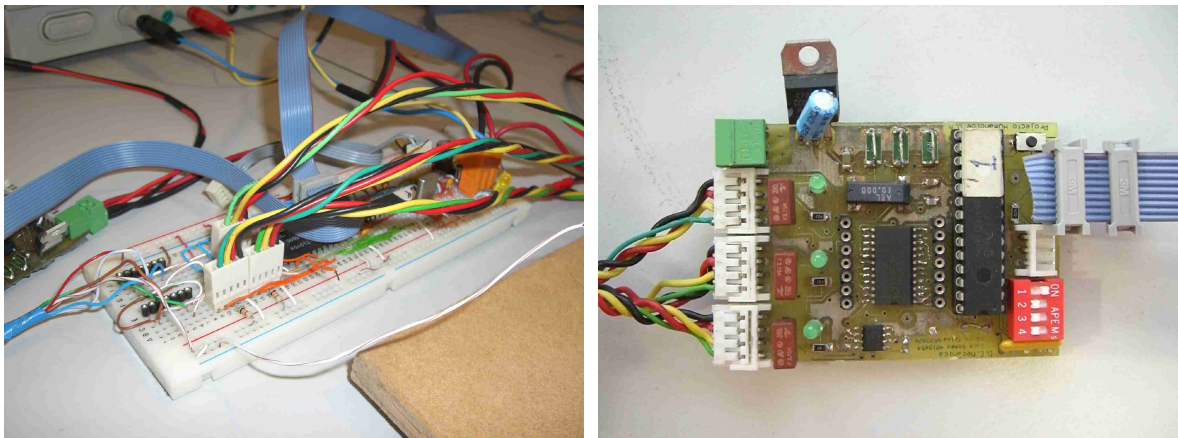

Fig. 7: Ligação dos servomotores (cabos coloridos) a cada slave.
3. Ligação de cada um dos Slaves (8 ou 9) aos seus (três) servomotores (10). No caso do uso do slave principal (9) dever-se-á utilizar os cabos 21 (Fig. 7).